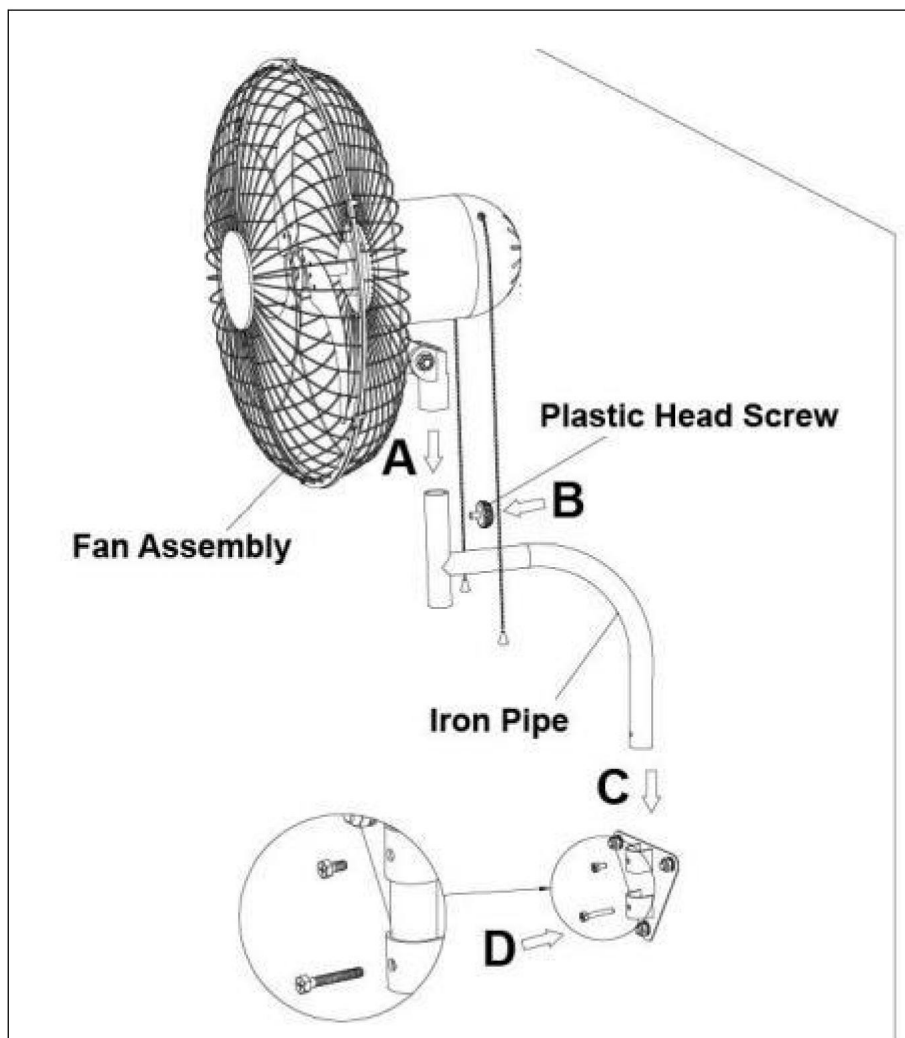

Fig.8.
ventola 1). Installare la testa della ventola sul tubo di ferro, quindi bloccare la vite con testa in plastica (9). Come mostrato in Fig.8. -AB
2). Installare il corpo della ventola sul pannello a parete (2), quindi bloccare le viti della staffa 1 (4) e le viti della staffa 2 (5). Si noti che i fori per le viti sulla staffa devono corrispondere ai fori per le viti sul pannello sospeso a parete. Come mostrato in Fig8, CD